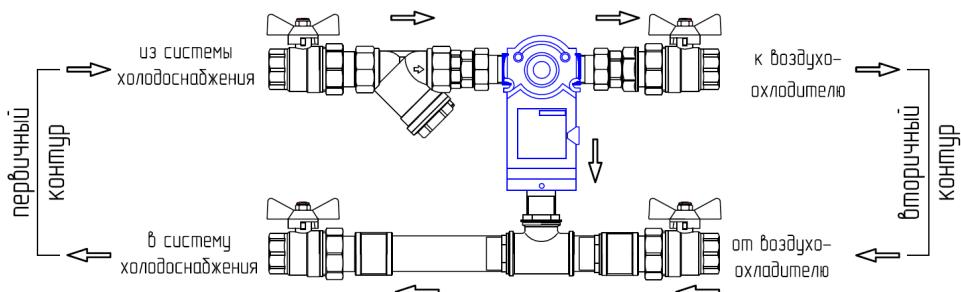

Рис.2 Смесительный узел SUM(C)
Смесительные узлы серии SUM(C) применяются в системах вентиляции для регулирования мощности водяных охладителей посредством 3-ходового клапана с приводом, который обеспечивает разделение прямого холоданосителя. Данная схема обеспечивает постоянный расхода холоданосителя в первичном контуре (рис.2)